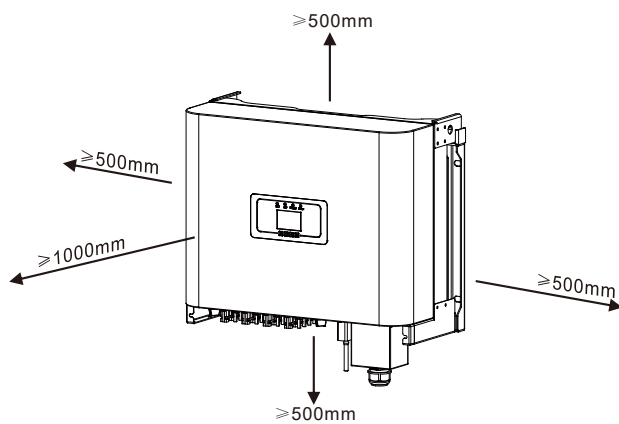

Рис. 4.3 Монтажний проміжок
- Якщо встановлюється більше одного інвертора, необхідно залишати між ними відстань не менше 500 мм. І два сусідні інвертори також відокремлюються один від одного на відстань не менше 500 мм. Також необхідно встановлювати інвертор в місці, де діти не зможуть до нього доторкнутися. Будь ласка, дивіться рис. 4.3.